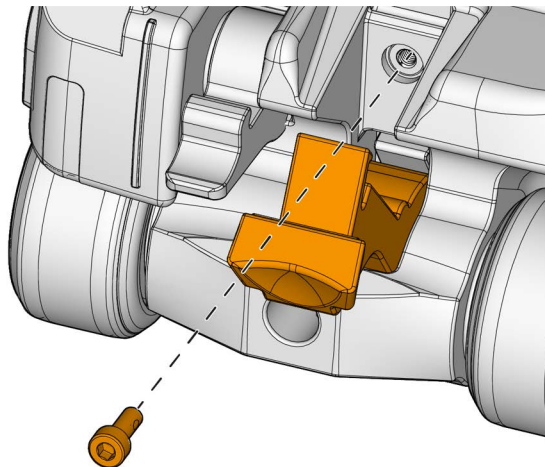

Figura 5-11 Parafuso de fixação do bloco de liberação/bloqueio do suporte da sonda
2. Remova o parafuso e conserve-o para reinstalação (veja a Figura 5-11 na página 83).